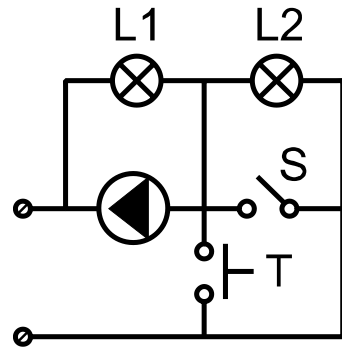

Abbildung II-3
5. In Anlagen mit Umluftmodus sollte eine Notstromversorgung (USV) vorgesehen werden - eine Batterie mit 12 V / 220 V (50 Hz) Umwandler, um einen ununterbrochenen Betrieb der Pumpe im Falle einer Notabschaltung der Stromversorgung zu gewährleisten. ***Es wird empfohlen, die Umwälzpumpe mit einem Thermostat ein- und auszuschalten, der mit einem manuellen elektrischen Schalter dupliziert wird / siehe Abbildung II-3 /.***